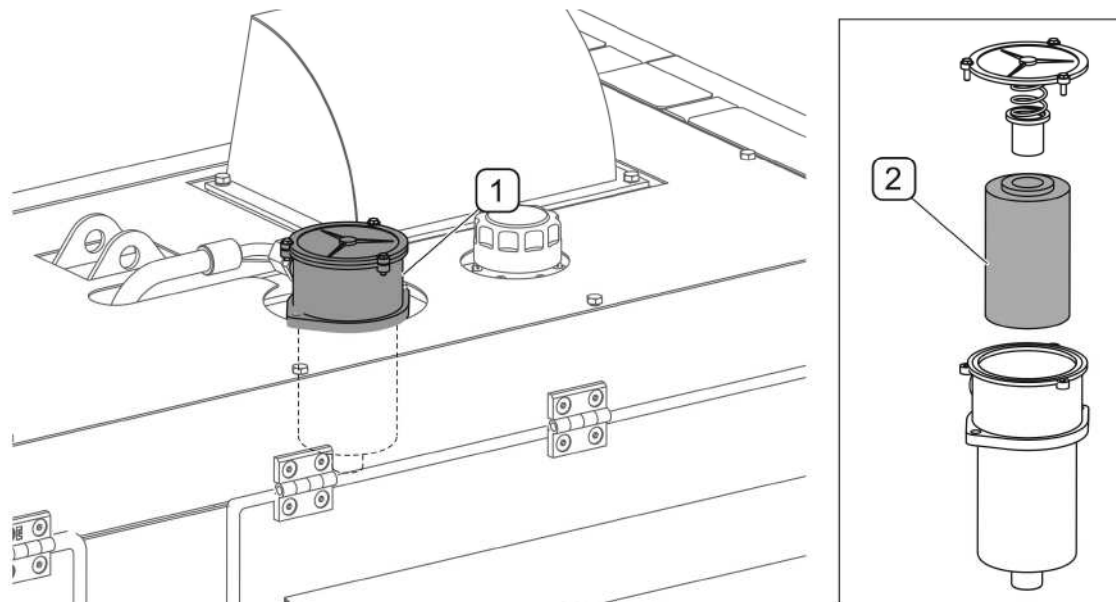
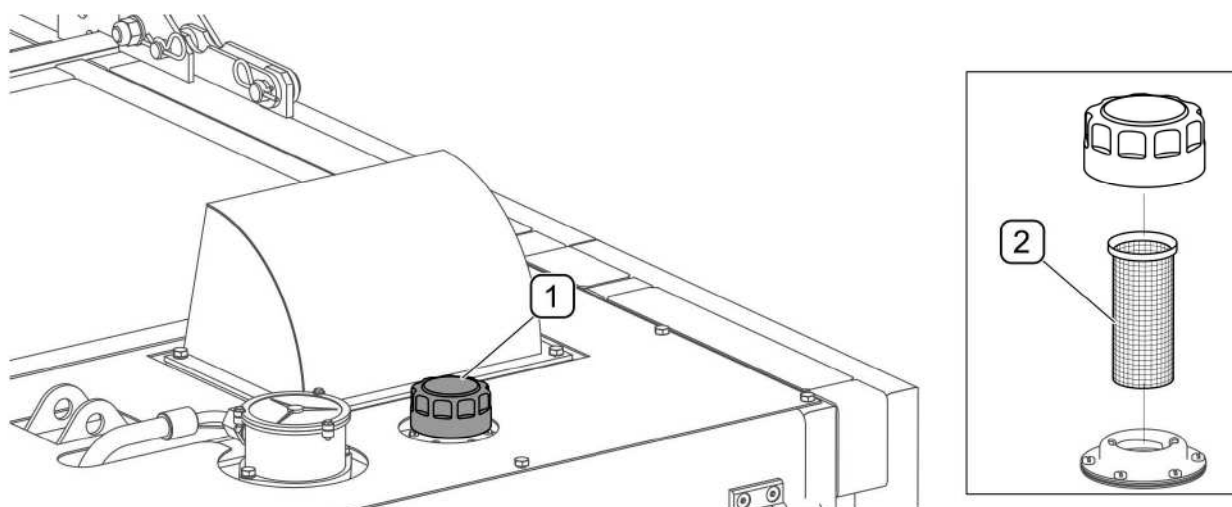
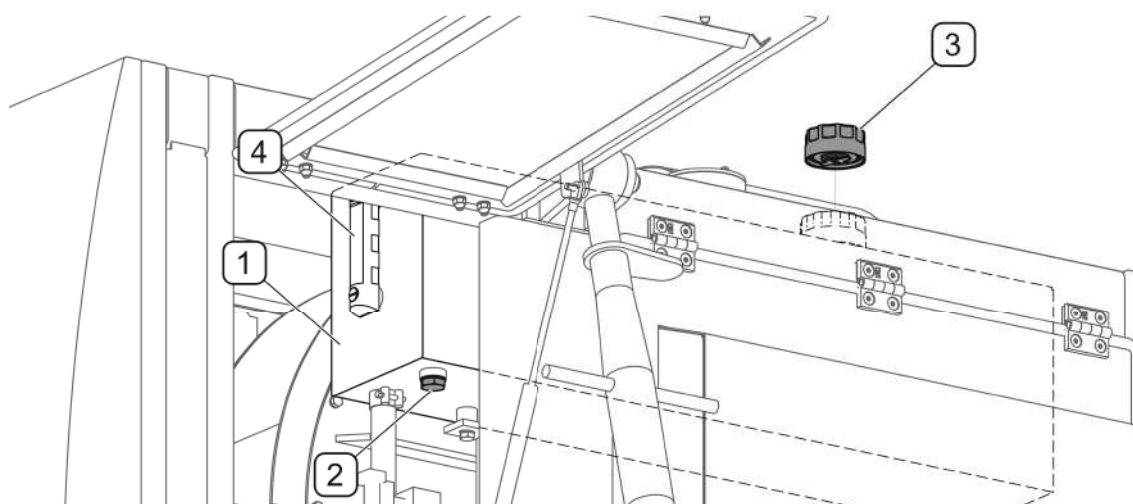

РИСУНОК 5.20А Замена фильтрующего вкладыша в возвратном масляном
РИСУНОК 5.21А Фильтрующая сетка
РИСУНОК 5.22А Замена масла в маслобаке гидравлической системы
Возвратный масляный фильтр (РИСУНОК 5.20А) размещается в верхней части маслосборника. В возвратном фильтре имеется фильтрующий вкладыш, который необходимо периодически заменять.
Фильтрующая сетка (РИСУНОК 5.21А) устанавливается в заливном отверстии. Ее нужно регулярно очищать. Отвинтить пробку (1), извлечь фильтрующую сетку (2) и промыть раствором моющего средства.
(1)- пробка отверстия для залива масла; (2)- сетчатый фильтр
В маслоборник (1) гидравлической системы вмещается 40 литров гидравлического масла HL-32. Необходимо периодически проверять уровень масла на указателе уровня масла (4) (РИСУНОК 5.22А). При замене масла необходимо заменить вкладыш возвратного масляного фильтра (РИСУНОК 5.20А) и очистить сетчатый фильтр в заливном отверстии (РИСУНОК 5.21А). Удаление воздуха из гидравлической системы осуществляется автоматически во время работы машины.
Для замены масла необходимо (РИСУНОК 5.22А):